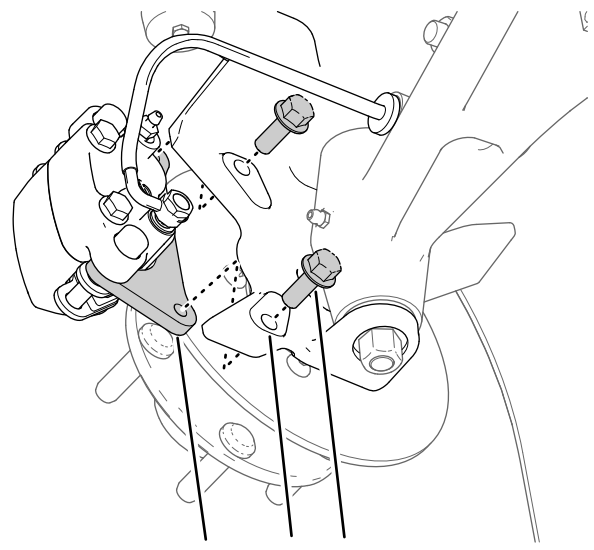
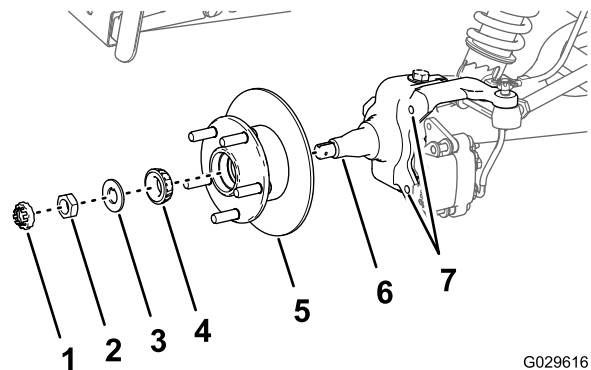

Bild 31
Bild 35
3. Entfernen Sie die Bundkopfschrauben (3/8" x 1"), mit denen die Halterung für die Bremse an der Spindel befestigt ist, und nehmen die Bremse von der Spindel ab (Bild 31).
1. Fetten Sie die Spindel leicht mit der angegebenen Fettsorte ein (Bild 35).
2. Montieren Sie die Radnabe und den Drehzylinder an der Spindel mit dem Drehzylinder innen (Bild 35).
3. Montieren Sie das Außenlager an der Spindel und setzen das Lager auf den äußeren Lagerring (Bild 35).
4. Legen Sie die Nasenscheibe auf die Spindel (Bild 35).
5. Schrauben Sie die Spindelmutter auf die Spindel und ziehen die Mutter an, während Sie die Radnabe drehen (Bild 35).
- Fluchten Sie die Bremsbeläge mit jeder Seite des Drehzylinders (Bild 31) und die Löcher in der Bremsbackenhalterung mit den Löchern im Bremsenhalter des Spindelrahmens aus (Bild 35).
- Befestigen Sie die Bremsbackenhalterung mit den zwei Bundkopfschrauben (3/8" x 1") am Spindelrahmen (Bild 31) und ziehen Sie die Schrauben bis auf 47-54 Ncm an.